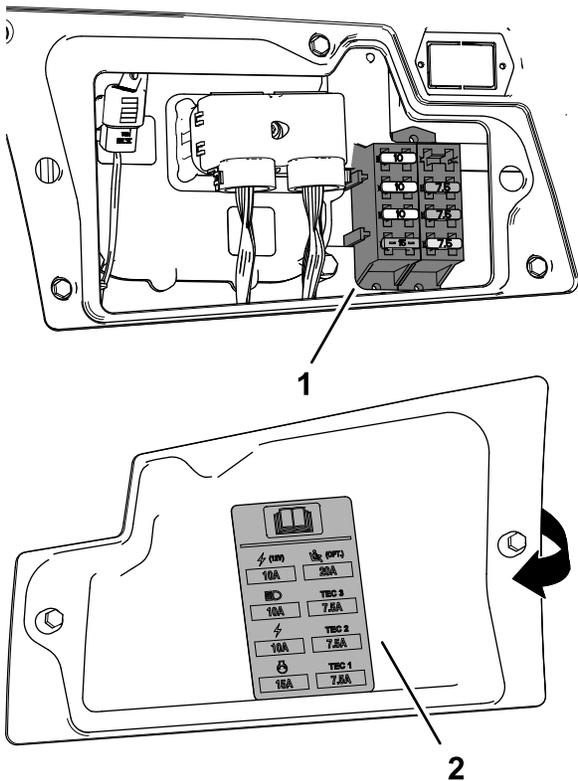

图 98
3. 将熔断的保险丝 (图 98) 更换为具有相同类型和额定安培数的保险丝。